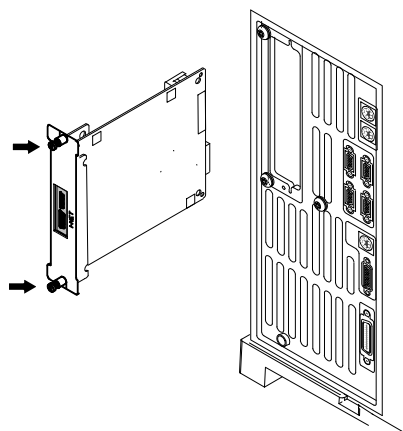

Figura 35 Extracción de la tarjeta LAN
- 8 Si hay una tarjeta MIO (tarjeta LAN) instalada, afloje los dos tornillos que la sujetan y extraígalas del GC deslizándola (Figura 35).